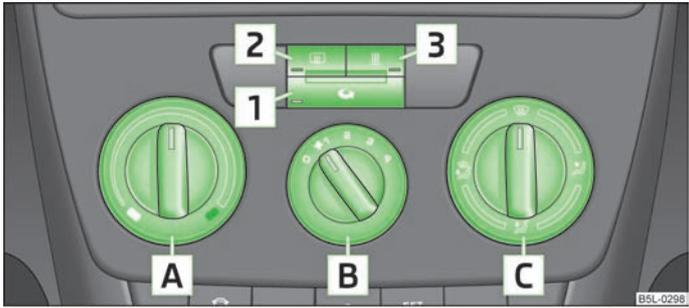

Abb. 88 Heizung: Bedienelemente
- › Den Drehregler **A** » Abb. 88 nach rechts drehen, um die Temperatur zu erhöhen.
- Bedienelemente **A**, **B**, **C** und die Taste **1** » Abb. 88.
➤ Die Taste » Abb. 88 drücken, in der Taste leuchtet die Kontrollleuchte auf.
Wenn der Luftverteilungsregler **C** in der Position » Abb. 88 steht, wird der Umluftbetrieb automatisch ausgeschaltet. Durch wiederholtes Drücken der Taste kann auch in dieser Stellung der Umluftbetrieb wieder eingeschaltet werden.